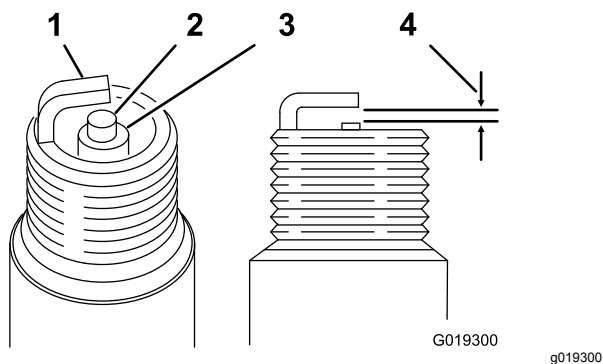

图33
空隙 0.700.80mm 请参阅 图33
3. 将空隙设定为 0.700.80mm (图33)。